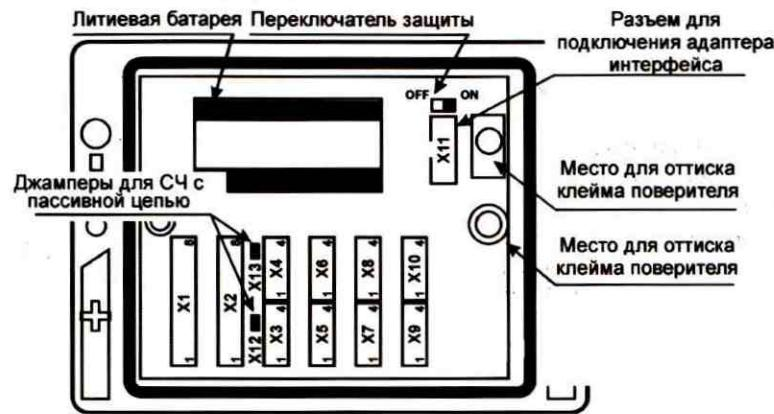

Рисунок 5.3 – Внешний вид модуля
Экранные кабели должны быть электрически соединены между собой (только в одной точке) и с контактами X3:1 и X4:1 (рис. 5.3).
Для защиты от несанкционированного вмешательства в работу вычислителя переключатель защиты (рисунок 5.3) переводят в левое положение OFF. При этом попытки изменения настроенных параметров (кроме параметров группы Интерф. и параметров RO, N2, CO2 и Рб группы Общие) игнорируются, а на табло индицируется сообщение ЗЩ!
1. Джамперы X12 и/или X13 (рис. 5.3) должны быть установлены;
1. Джамперы X12 и/или X13 (рис. 5.3) должны быть сняты;